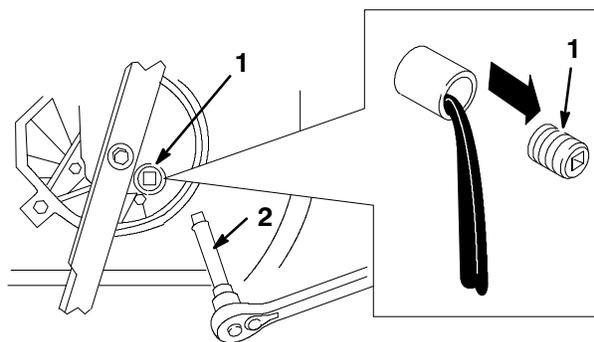

Bild 22
5. Entfernen Sie die Verschlusschraube und stellen den Rasenmäher wieder in seine Betriebsstellung. Lassen Sie dann das Öl in das Gefäß ablaufen (Bild 22). Vermeiden Sie ein Verschütten von Öl auf den Treibriemen.